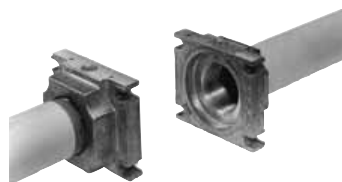

Рис. 11
1. Установить фланец на трубе. Использовать соответствующую применяемому газу оснастку (Рис. 11)